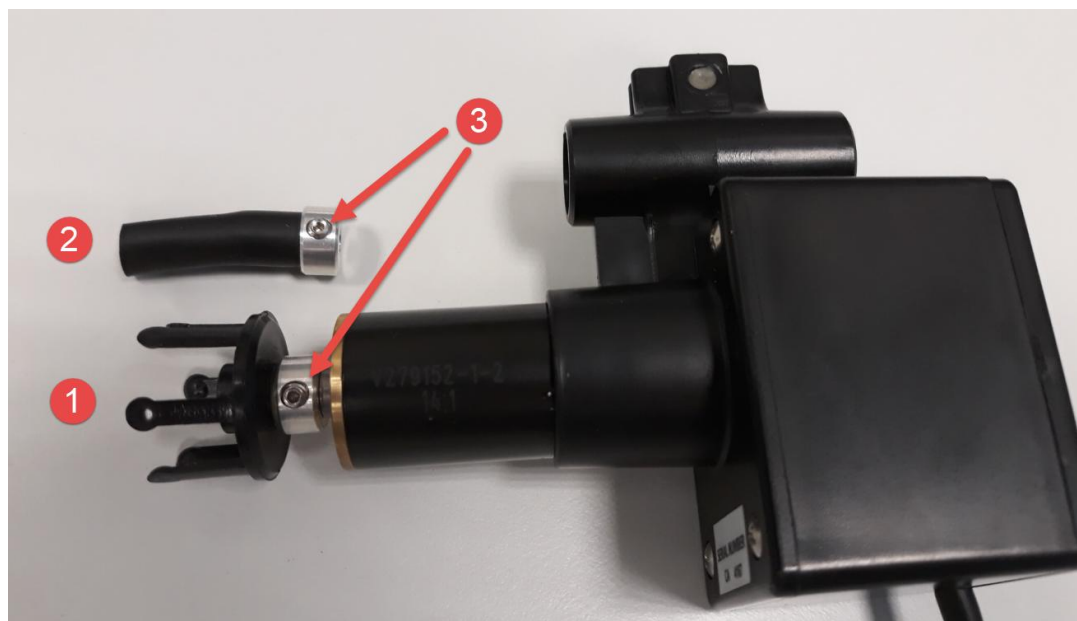

Рисунок 5
- 2) Установите в зависимости от модели поверяемого прибора зажим (1) или крепеж стержня (2) на раскручивающее устройство и осторожно затяните фиксирующие болты (3). Болты не перетягивайте! Для модели RM Young 05103 необходимо устанавливать зажим (1) (см. Рисунок 5).